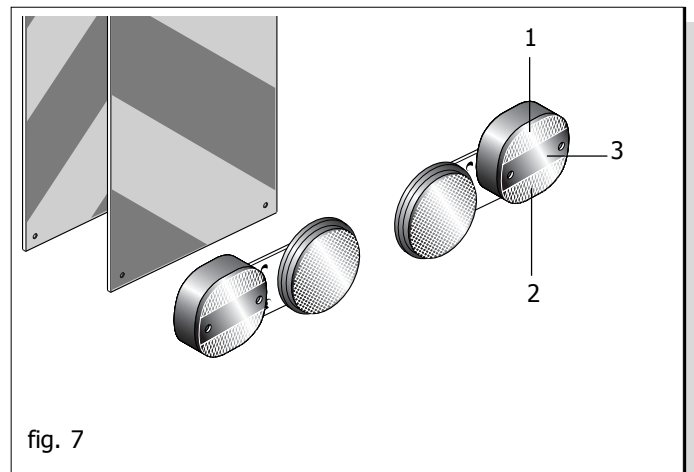

fig. 7
- 35) Qualora gli ingombri costituiti da attrezzature portate o semiportate occultino la visibilità dei dispositivi di segnalazione e di illuminazione della trattrice, questi ultimi devono essere ripetuti adeguatamente sulle attrezzature, attenendosi alle normative del codice stradale in vigore nel relativo paese. Accertarsi, quando in uso, che l'impianto luci sia perfettamente funzionante. Si rammenta inoltre che la corretta sequenza segnaletica dei fanali prevede (Fig. 7):